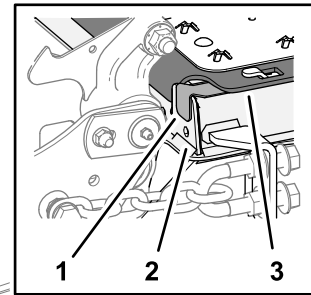

Figure 34
1. Montez les cales à l'avant du plateau, comme montré à la Figure 34.